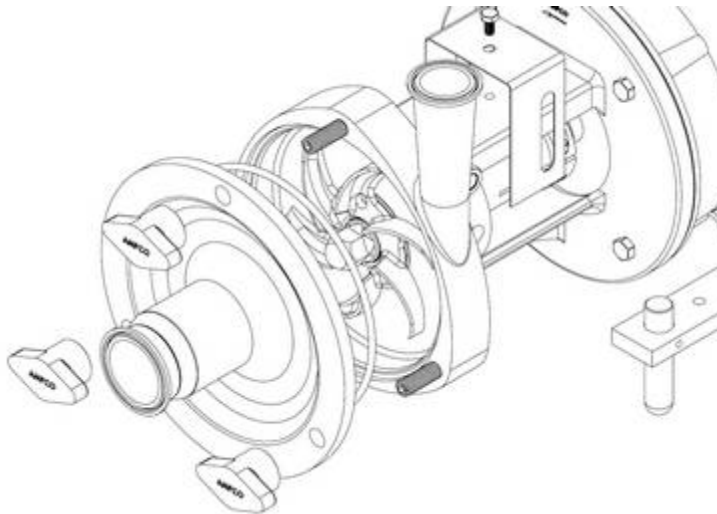

Abb. 1
3. Flügelmutter vom Deckel lösen und abnehmen. Deckel, Deckeldichtring und Wellenschutzvorrichtung entfernen. Siehe Abb. 1.